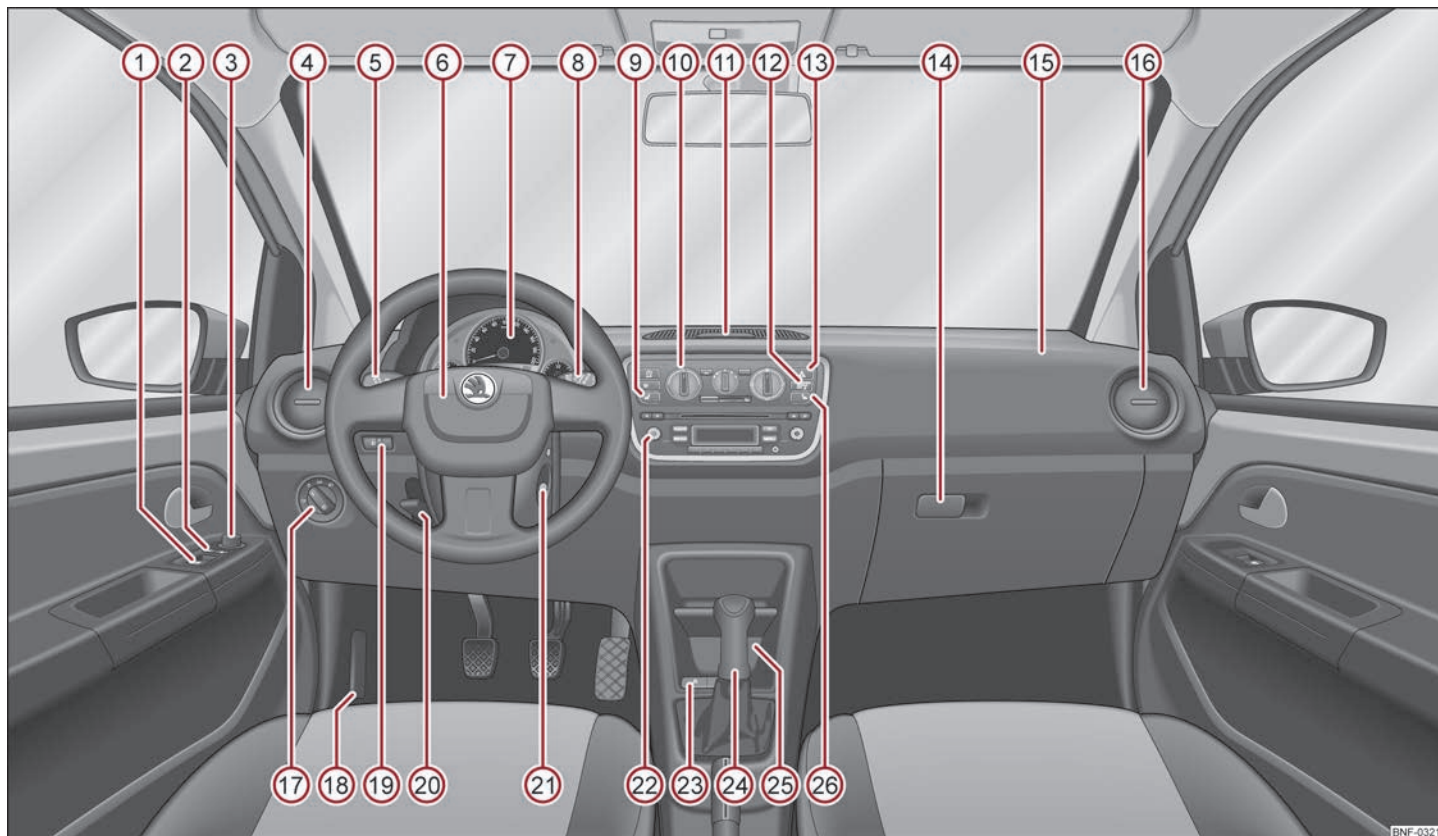

Bild 1 Instrumentering
- På bilar med högerstyrring avviker placeringen av manöverorganen delvis från den placering som visas i ⇒ bild 1. Symbolerna överensstämmer dock för de enskilda manöverorganen.